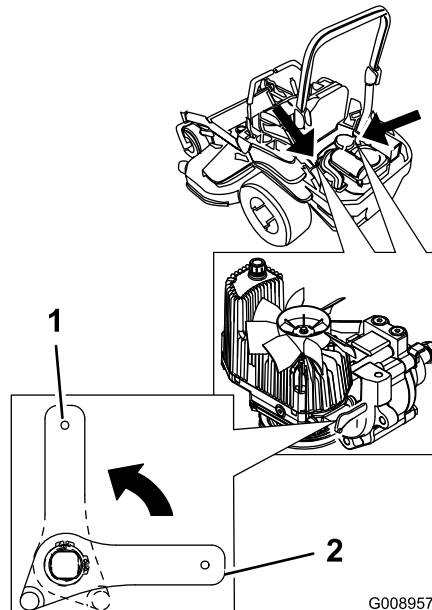

Figura 36
3. Gire las palancas de las válvulas de desvío a la posición vertical para empujar la máquina. Esto permite que el aceite hidráulico se desvíe alrededor de la bomba, dejando que las ruedas giren (Figura 36).
5. Gire las palancas de las válvulas de desvío a la posición horizontal para conducir la máquina (Figura 36).